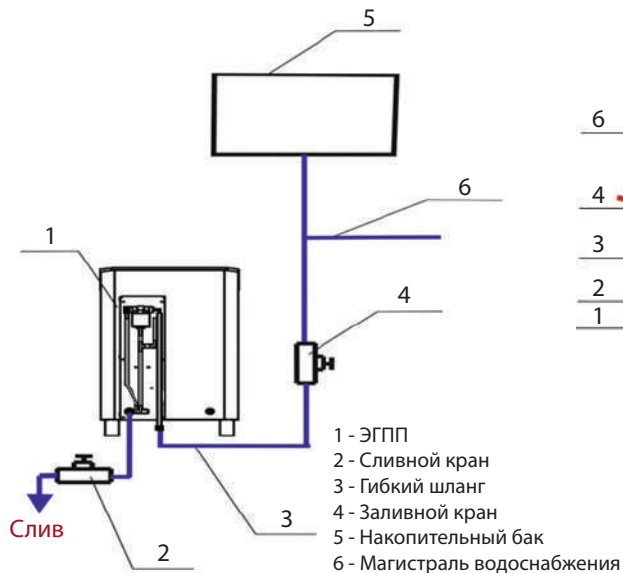

Рис. 4 Схема подключения ЭГПП при эксплуатации в автоматическом режиме заполнения водой
2.2.4 При организации заполнения АЭГПП водой подключить его с помощью гибкого шланга к водопроводной сети или накопительному баку, расположенному в смежном помещении (см. рис. 4). В любом случае перед АЭГПП следует установить запорный кран (поз. 4, рис. 4). Уста-
новить кран слива воды (поз. 2, рис. 4), либо заглушить сливной штуцер резьбовой пробкой. Для предотвращения образования известковых отложений, значение жесткости воды должно находиться в диапазоне от 0,5° до 5°F. Рекомендуется использование специальной установки-деминерализатора (с обратным осмосом).
2.3.2.1 Закрыть сливной кран (поз. 2, рис. 4) и открыть заливной кран (поз. 4, рис. 4).
2.3.2.6 После окончания работы рекомендуется слить воду из системы. Для этого закрыть заливной кран (поз. 4, рис. 4) и открыть сливной кран (поз. 2, рис. 4). Дождаться полного слива воды из системы, выключить АЭГПП на пульте управления. Оставить краны в таком положении до следующего включения Устройства.